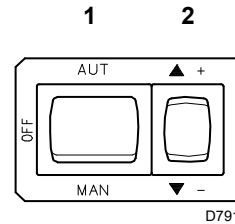

Fig. 33
- Montare un manometro a U (Fig. 33) sulla presa di pressione del gas del manicotto.
L'arrivo del gas al manicotto è evidenziato dal manometro ad U (Fig. 33).
A titolo orientativo può essere ricavata dalle tabelle di pag. 25, basta leggere la pressione del gas sul manometro a U, vedi Fig. 33 a pag. 30, ed seguire le indicazioni date a pag. 20.